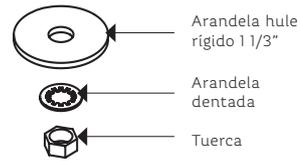

Figura 3.
3. Identifica y separa las piezas que se colocarán por debajo de la tarja de tu cocina (ver Figura 3).